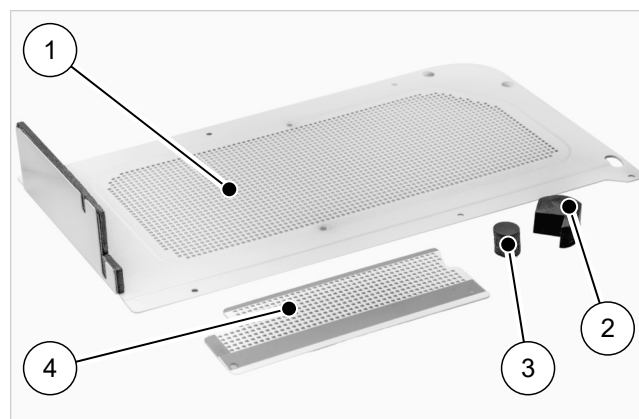
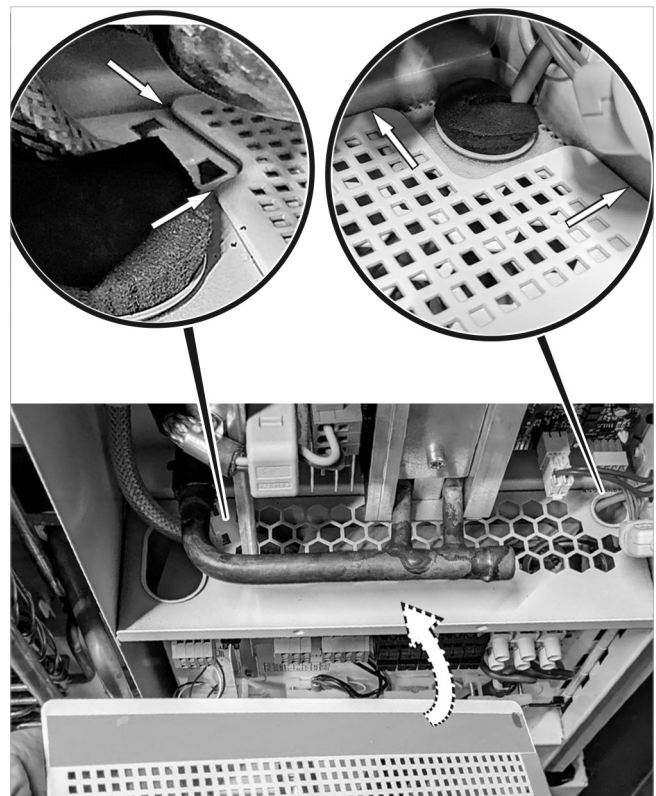

Abb. 1: Lieferumfang Nachrüstset Kleintierprävention
Abb. 6: Quadratlochblech in SolvisLea 8,3 Premium verkleben
Der Lieferumfang des Nachrüstsets Kleintierprävention (GI-NRS-KTP) für die SolvisLea 8,3 Premium besteht aus den in → Abb. 1 dargestellten Material.
beiden zugehörigen Dichtstücken verschließen (siehe → Abb. 1 Positionen (2) und (3)).
2. Kleines Quadratlochblech (→ Abb. 1 Pos. (4)) auf das vorhandene Inverter-Trennblech verkleben. Dazu das doppelseitige Klebeband benutzen, falls nicht bereits auf dem Blech vorhanden. Das Quadratlochblech auf der Oberseite Inverter-Trennblechs verkleben (siehe → Abb. 6).